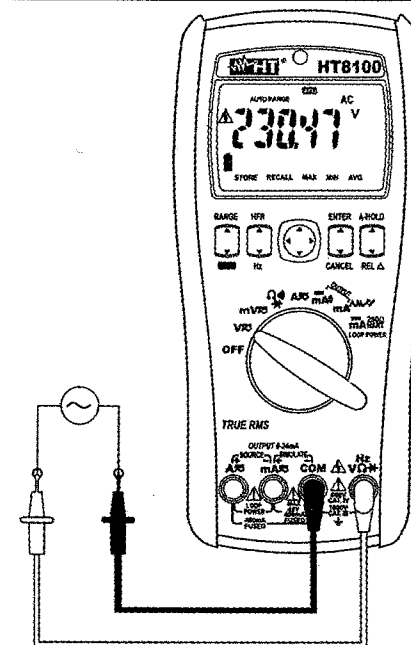

Abb. 3: Verwendung des Gerätes für Wechsellspannungsmessung
5. Stellen Sie die rote Messleitung und die schwarze Messleitung in die Punkte des zu messenden Kreises (siehe Abb. 3). Der Spannungswert erscheint auf dem Display.